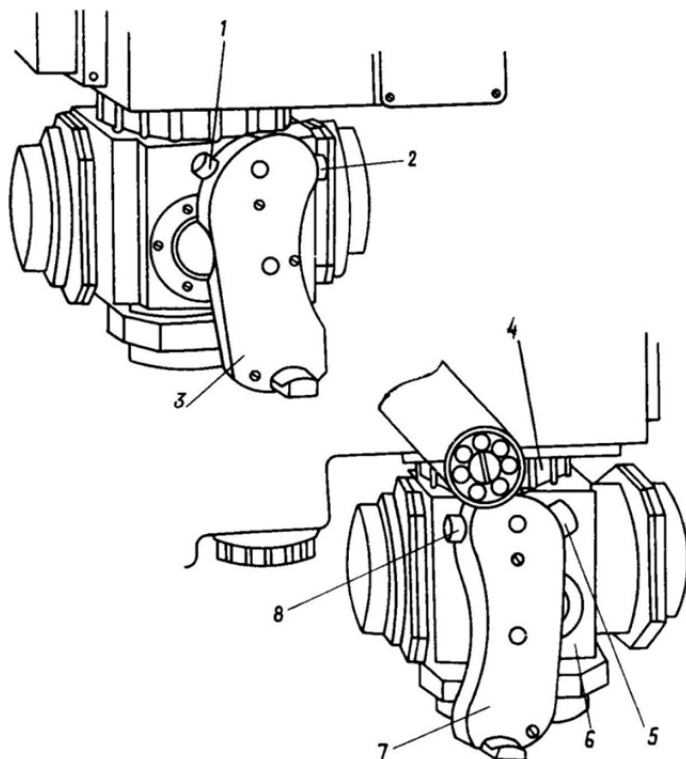

Рис. 2.19. Пульт управления прицела-дальномера:
- включать выключатель ДД включения дальномера только при работе дальномером, нажимать кнопку измерения дальности *l* (рис. 2.19) только при горячей лампе ГОТОВ Д;
рассчитана на измерение дальности до цели типа танк, имеющей высоту 2,7 м. Шкала наводится на цель так, чтобы изображение цели находилось между базовым (нулевым) штрихом 10 и одним из горизонтальных штрихов 9, расположенных над ним. Величины дальности указаны над каждым горизонтальным штрихом в гектометрах. Маховичком ручного привода по шкале дальности 4 (см. рис. 2.19) устанавливается измеренная дальность.
Наведение стабилизированной линии прицеливания и стабилизированной пушки по вертикали отклонением от нейтрального положения рукояток пульта управления 3 и 7 (см. рис. 2.19) производить вокруг горизонтальной оси. Скорость наведения зависит от угла отклонения рукояток: чем больше угол отклонения, тем больше скорость наведения. Максимальная скорость наведения будет при отклонении рукояток до упора.
– совместить индекс 2 с нулевым штрихом шкалы дальности, нажимая кнопку 8 (см. рис. 2.19) на левой рукоятке пульта под большим пальцем или с помощью маховика ручного привода шкалы;
– навести выбранную марку на цель и, удерживая ее на цели с помощью пульта управления, после появления светового сигнала ГОТОВ произвести выстрел, нажав указательным пальцем кнопку 2 (см. рис. 2.19) на правой рукоятке пульта; кнопку держать нажатой до выстрела. Возможно запаздывание выстрела, если при нажатой кнопке танк проходит через препятствие. При большой задержке выстрела отпустить кнопку, уточнить наводку и выстрелить.